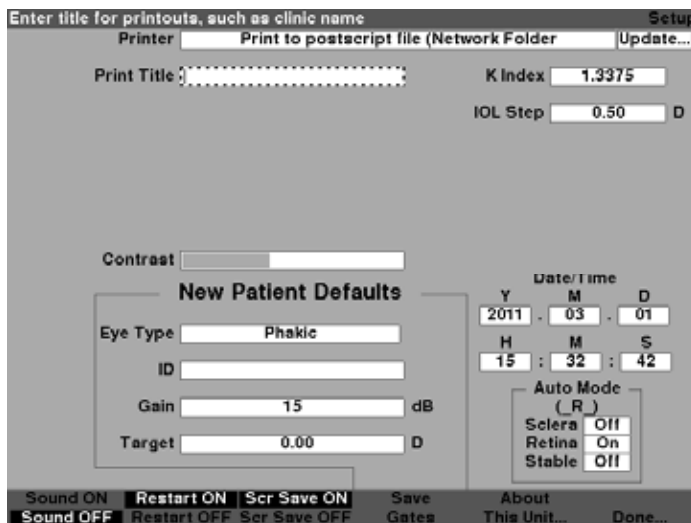

Figura 5-35 Campo de impressão de título ativado
2. Pressione o botão giratório ou o botão $\sqrt{}$ para ativar o campo, indicado pela borda tracejada conforme mostrado na Figura 5-35.